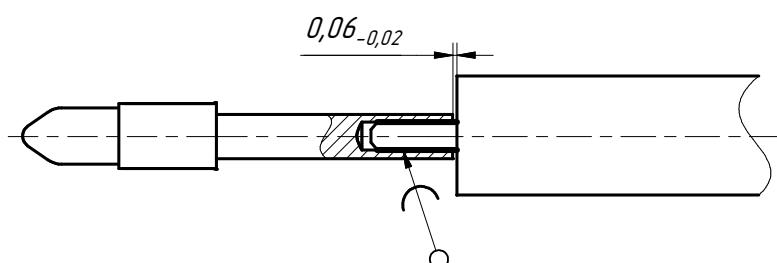

Рис. 23. Пайка штыря на жилу кабеля
- 1) Выполните пайку штыря на жилу кабеля (рисунок 23). Для того, чтобы обеспечить хорошие параметры кабельной сборки, необходимо точно выдержать размер 0,06_{-0,02} мм;